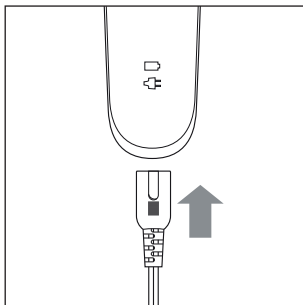

Fig. 1
- 2) Raccordez la fiche creuse  9 de l'adaptateur secteur  8 avec l'appareil (voir fig. 1).
- 2) Raccordez la fiche creuse ❸ de l'adaptateur secteur ❸ avec l'appareil (voir fig. 1).
- 3) Insérez la fiche secteur de l'adaptateur secteur ❸ dans une prise de courant aisément accessible (100 – 240 V ~, 50/60 Hz).
- 4) Allumez l'appareil en poussant l'interrupteur Marche/Arrêt I/O ❺ en position I.